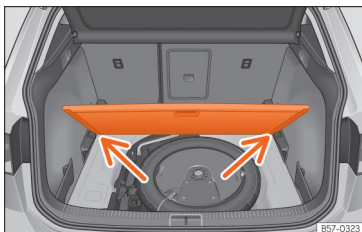

Abb. 171 Variabler Gepäckraumboden: geneigte Stellung.
- Legen Sie den Gepäckraumboden auf die dafür vorgesehenen Aufnahmen »» (Abb. 171) (Pfeile).